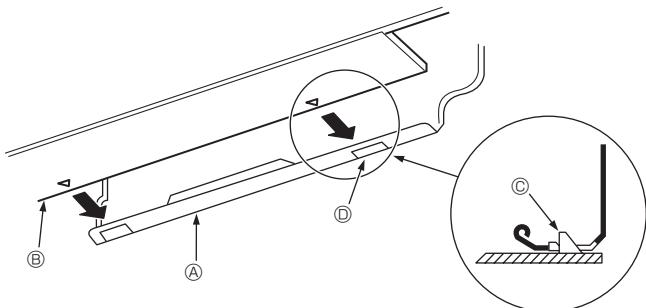

Fig. 3-11
3. Устанавливая трубы хладагента и дренажа в отверстие на стене (муфту), подвесьте верхнюю часть внутреннего блока к монтажной плате ①.
5. Закрепите блок, вдвинув его нижнюю часть в монтажную плиту ①. (Fig. 3-11)
- * Убедитесь, что нижние фиксаторы внутреннего блока надежно встали в монтажной плате ①.
- Ⓐ Монтажная плита ①